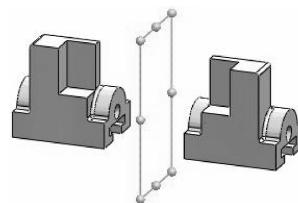

图 7-30 相反方位类型
- 相反方位类型：会生成新的文档或配置。新零部件的几何体是镜像所得的，所以与源零部件不同，如图 7-30 所示。